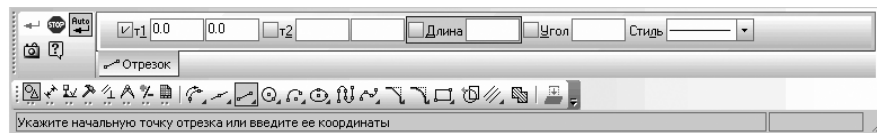

Рис. 8.76. **Панель свойств: Отрезок, Компактная панель** с нажатой кнопкой **Отрезок** и строка сообщений
**Панель свойств: Отрезок, Компактная панель** с нажатой кнопкой  **Отрезок** и строка сообщений показаны на рис. 8.76.